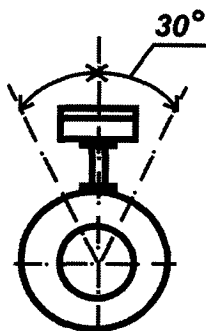

Рисунок 6.1
- отклонение от вертикальной оси не более чем на 30° (см. рис. 6.1).